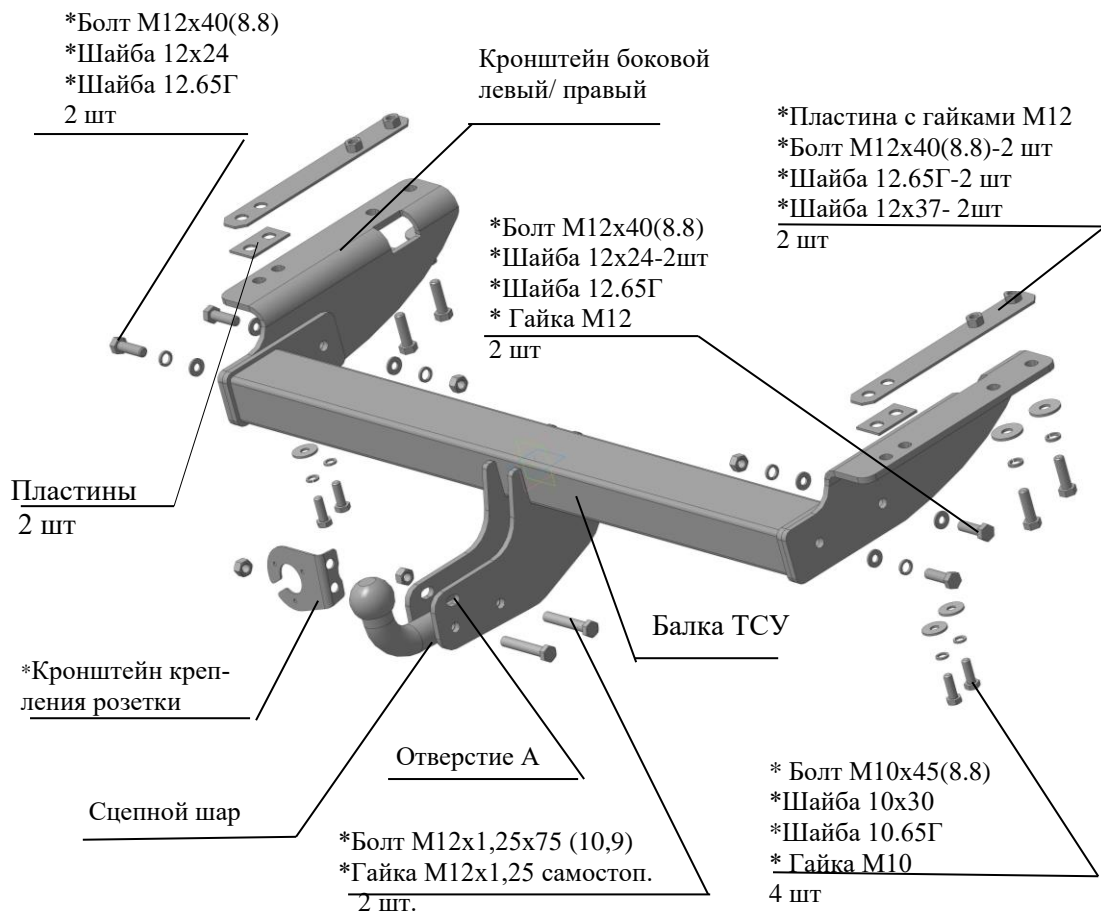

Рис.1 Тягово-сцепное устройство 8310.
2.1 ТСУ 8310 в сборе (рис.1)	1 шт.
2.2 Пакет с комплектующими (см. рис.1)+защитный колпак	1 шт+1 шт.
4.2 Установить боковой левый кронштейн к нижней полке левого лонжерона, используя пластину с гайками (пластину вставить в раму) и болты М12х40, болты М10х45 (пластину без гаек установить между кронштейном ТСУ и рамой соответственно рис.1) и крепеж соответственно рис.1. Крепеж не затягивать.
4.4 Закрепить балку ТСУ к съемным боковым кронштейнам болтами М12х40 и крепежом соответственно рис.1. Крепеж не затягивать.